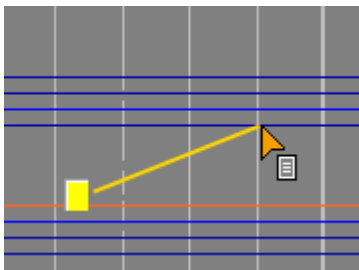

Рис.79. Перемещение пометки по полю графика
6. Опциональная галочка в поле «Выводить на печать». (см. рис. 79) ставится если пометка должна быть на распечатанном приложении к графику.
6. На поле графика пометку можно передвинуть. Для перемещения пометки подведите указатель «мыши» к пометке, нажмите левую клавишу «мыши» и, не отпуская, протяните до нужного места (см. рис. 79).